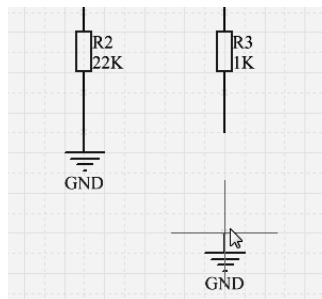

图 4-1-66 与接地符号连接的导线并不随之移动
① 执行菜单命令 Edit → Move → Move，鼠标指针变为十字形。
② 将鼠标指针移至电阻 R3 下方的接地符号上并单击，此时鼠标指针仍然保持十字形，接地符号附着在十字形鼠标指针上。
③ 向下移动鼠标，接地符号跟随鼠标指针一起移动，但与之连接的导线并不随之移动，如图 4-1-66 所示。移动鼠标到合适的位置并单击，确定接地符号的新位置。最后，右击取消移动状态。